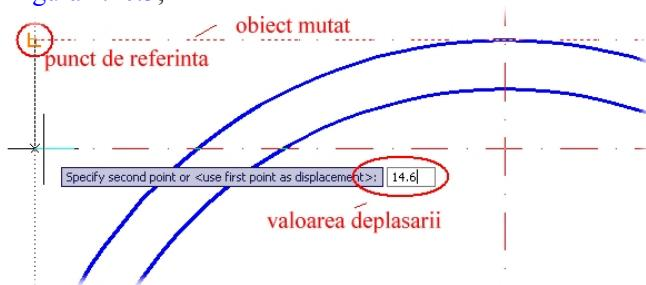

Figura 2.10.3
- specificarea noii poziții a punctului de referință. Acest lucru se poate face direct prin punctare cu mouse-ul sau prin deplasarea cursorului pe direcția dorită urmată de introducerea valorii deplasării (14.6 mm pentru exemplu dat) **figura 2.10.3**;